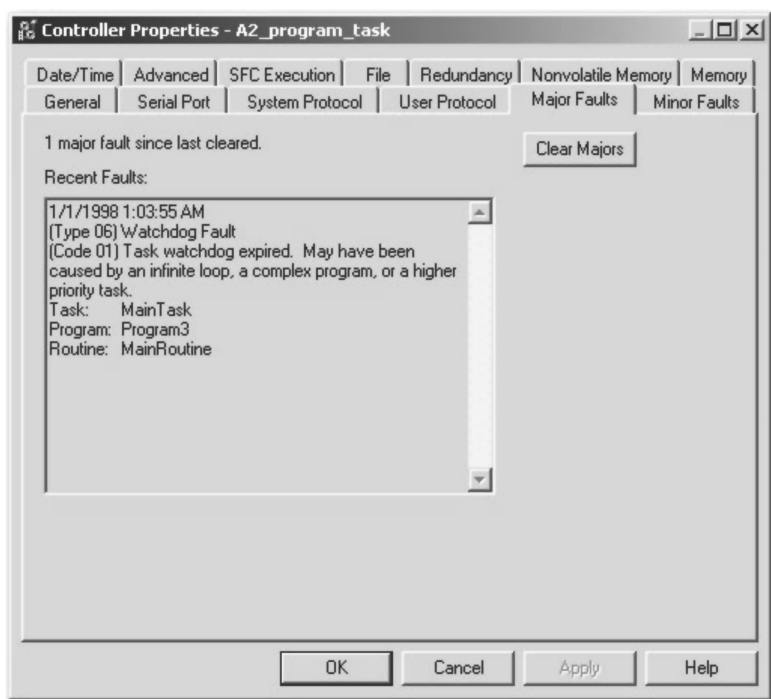

图 12-12 控制器属性界面
22. 将出现“控制器属性-A2_program_task”(Controller Properties-A2_program_task)窗口。发生的错误是“主任务”(MainTask)(连续任务)的“看门狗故障”(Watchdog Fault),如图 12-12 所示。这意味着连续任务未能在 500ms 内完成执行过程。发生这一情况的原因是因为周期性任务耗用了连续任务的执行时间。